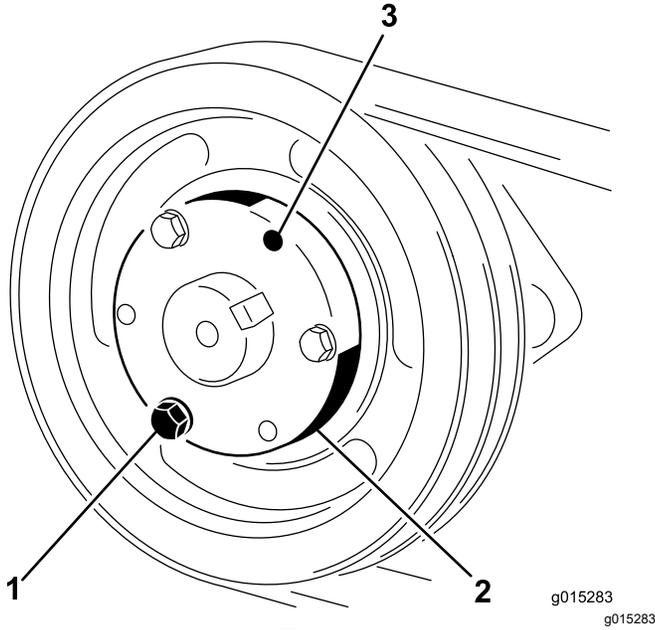

图 26
1. 卸下螺栓和锁紧垫圈一次卸掉 1 个并将其拧入相邻的孔中 图 26。